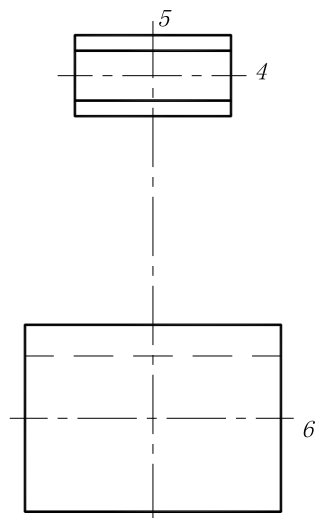

图 7-18 绘制左视图下部分
(3) 将以上 5 条线中与线 6 上方相邻的线的图层改为“虚线”层, 其余 4 条线的图层改为“轮廓线”层, 并修剪掉多余的线, 得到左视图下部分轮廓线, 如图 7-18 所示。